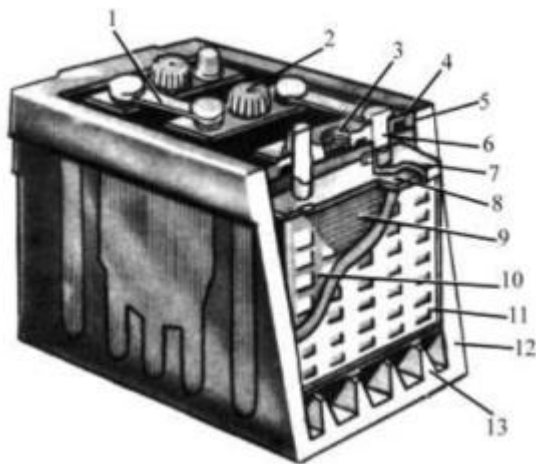

Рис. 1
1). Якими з цифр (1, 4, 6, 7, 8, 10) на рис. 1 позначені частини акумуляторної батареї: